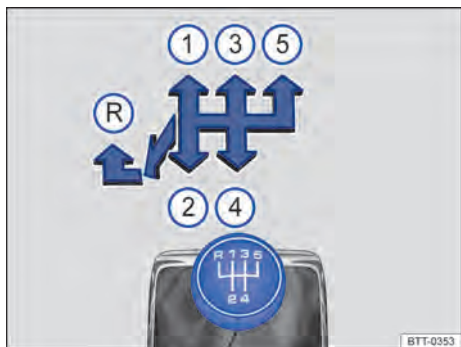

Fig. 145 Esquema de troca de marchas da transmissão manual de 5 marchas.
As posições de cada marcha estão representadas na alavanca da transmissão ⇒ **Fig. 145** ou ⇒ **Fig. 146**.
- Empurrar a alavanca de troca de marcha totalmente para a esquerda e depois para frente até a posição da marcha à ré ⇒ **Fig. 145**  ou ⇒ **Fig. 146** .